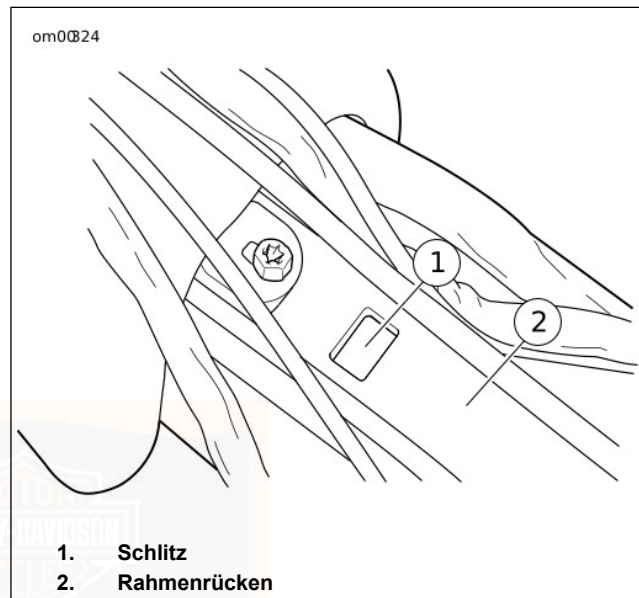

Abbildung 80. Sitzbefestigungsschlitz
1. Siehe Abbildung 80. Den Sitz auf den Rahmenrücken legen.